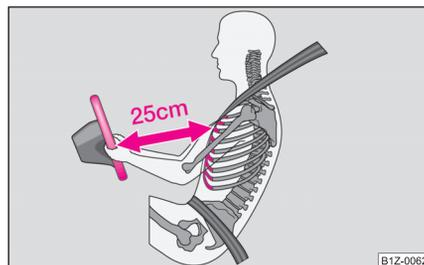

Fig. 128 Distancia de seguridad con respecto al volante
- **Es importante que el conductor y el acompañante mantengan una distancia mínima de 25 cm con respecto al volante o al tablero de instrumentos ⇒ fig. 128.** Si no respeta la distancia mínima, el sistema de airbag no podrá protegerle - ¡Peligro de muerte! Además, los asientos delanteros y los reposacabezas siempre deben estar correctamente ajustados a la estatura del ocupante.